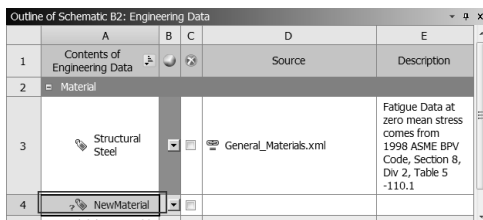

图 9-12 材料名称
Step2: 如图 9-12 所示, 在 A4 表格中输入新材料名称, 如 NewMaterial.